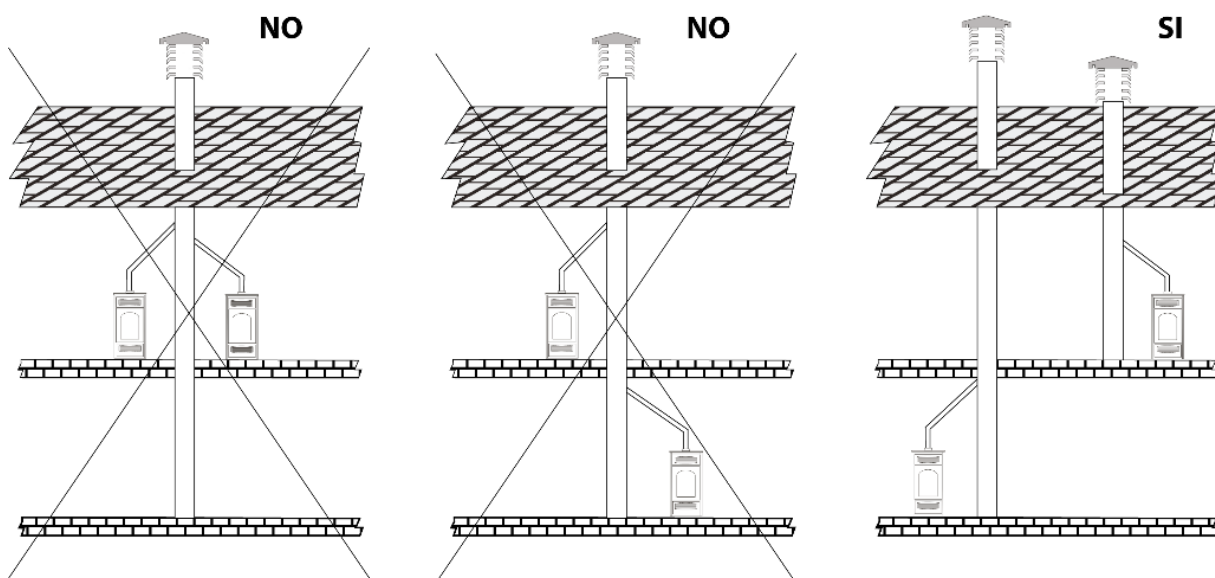

Fig.1
- Non sono ammesse canne fumarie collettive, non può essere collegato nessun altro caminetto, stufa, caldaia, o cappa aspirante di nessun tipo (fig. 1).